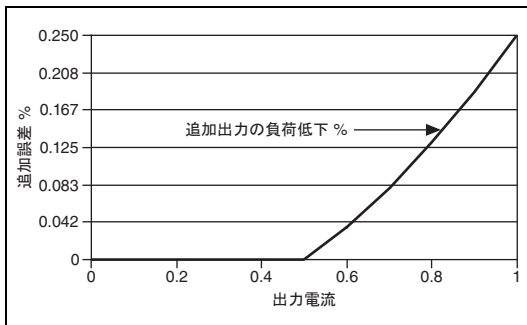

図 1 精度仕様低下 vs. 負荷電流
* チャンネルに対して電圧レンジの半分でキャリブレーション済み。レンジの 2% 以上の電流制限に適用。最大 500 mA の出力電流に適用。500 mA 以上の出力電流については、図 1 の低下に関する情報を参照してください。
* niDCPower を使用して、**平均するサンプル** プロパティ / 属性は 300 に設定。最大 500 mA の出力電流に適用。500 mA 以上の出力電流については、図 1 の低下に関する情報を参照してください。